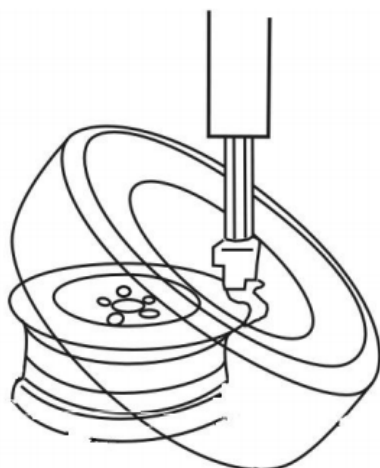

Abb.26
- Legen Sie den Wulst mit der linken Seite nach oben auf die Felge, drücken Sie das Pedal A, um die Säule in die Arbeitsposition zurückzubringen (Abb.26).